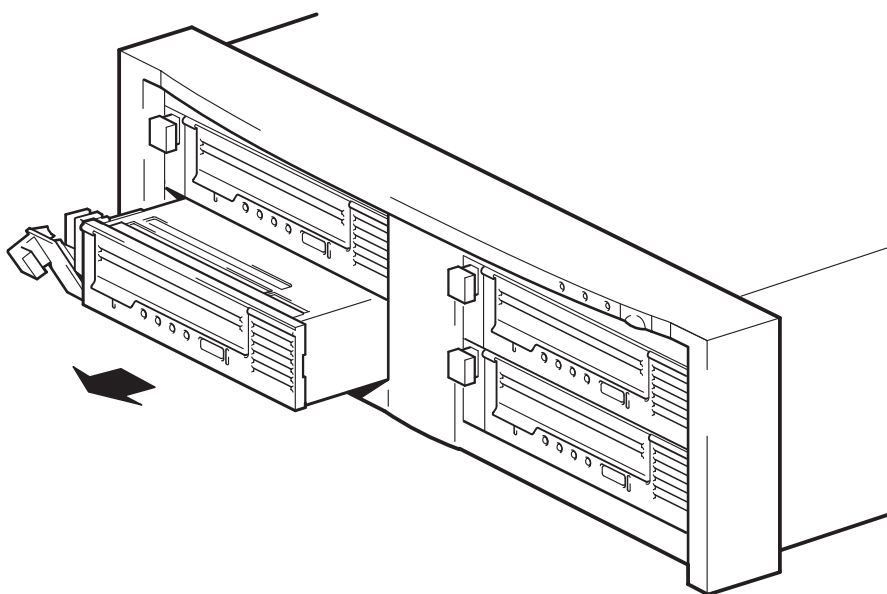

Figure 9b : retrait du lecteur
- 2** A l'aide du levier d'extraction, extrayez avec précaution le lecteur de la bibliothèque de bandes (voir figure 9b).